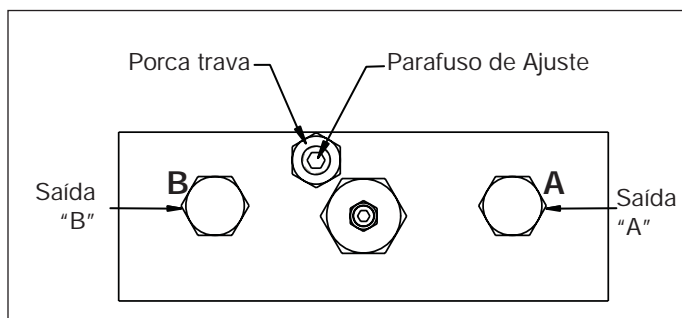

Figura 11, Detalhes de Ajuste, Válvula com limitador de pressão no lado do retorno
3. Para permitir o ajuste, afrouxe a porca trava do parafuso de ajuste no lado de retorno da válvula com limitador de pressão (Ver figura 11).